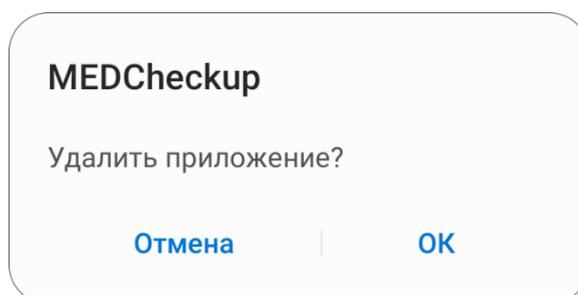

Рисунок 57 – Подтверждение удаления ПО MEDCheckup
4. Подтвердите удаление ПО MEDCheckup в появившемся сообщении операционной системы (рисунок 57).